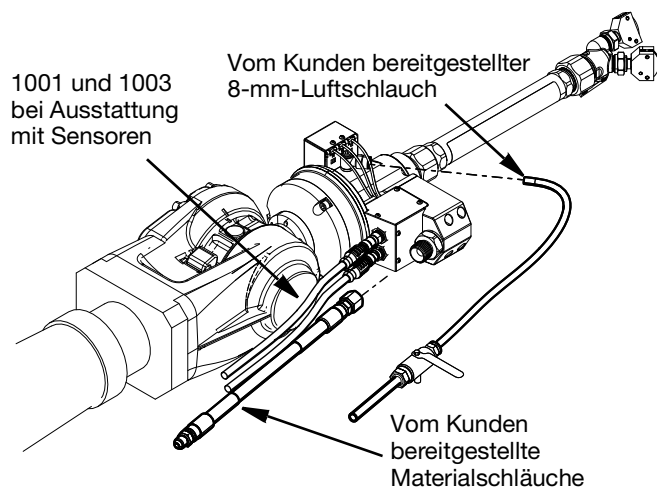

ABB. 10
4. Ziehen Sie die Kabelstecker ab, indem Sie das Fitting am 5-poligen Kabelstecker (1001) und 8-poligen Kabelstecker (1003) abschrauben, falls vorhanden. Siehe ABB. 10.